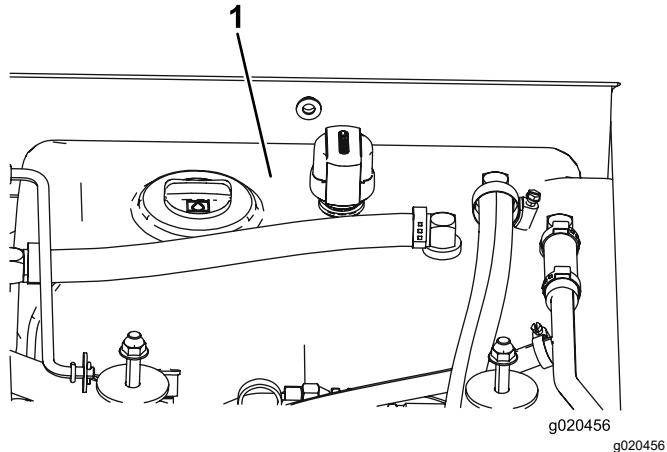

Figura 116
- Llene el depósito (Figura 116) con fluido hidráulico; consulte Comprobación del fluido hidráulico \(página 82\).